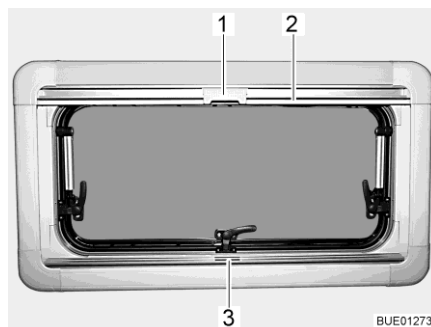

Bild 119 Överkantshängt fönster
- Ta tag i mitten på plisségardinens list (Bild 119,3) och drag den nerifrån och uppåt och släpp den vid önskad höjd. Plisségardinen stannar på denna höjd.
- Drag, med listen, (Bild 119,2) ner insektsnätet tills listen stöter mot plisségardinen (Bild 119,3).
- Lås fast insektsnätets spärr (Bild 119,1) på plisségardinens list.
- Tryck spärr (Bild 119,1) upp till på insektsnätet bakåt.
- För långsamt tillbaka insektsnätet med listen (Bild 119,2).